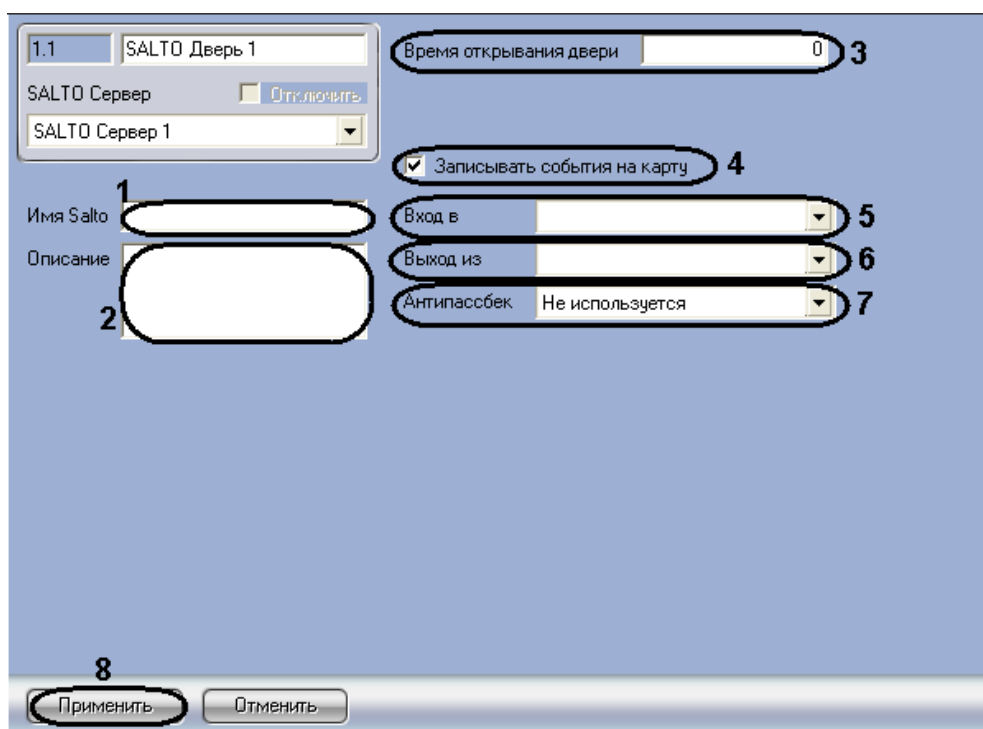

Рис. 3.3—9 Настройка дверей *СКУД SALTO*
2. В поле **Имя Salto** ввести название двери, которое будет задано объекту в SHIP (см. Рис. 3.3—9, 1). Введенное название должно быть уникальным.
3. В поле **Описание** ввести описание двери (см. Рис. 3.3—9, 2).